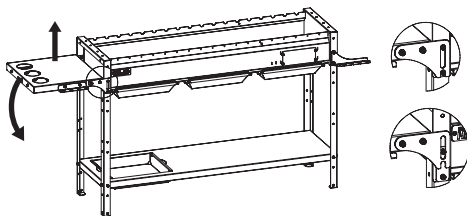

Рис. 29.
- При необходимости сложите боковой столик: приподнимите его до освобождения кронштейна из зафиксированного положения и затем плавно опустите, как показано на рис. 29.